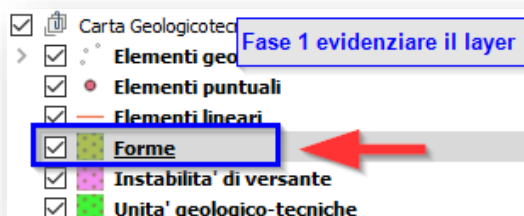

Figura 14 – Fase 1: evidenziare il layer che si vuole editare
- selezionare il layer da editare (Figura 14);